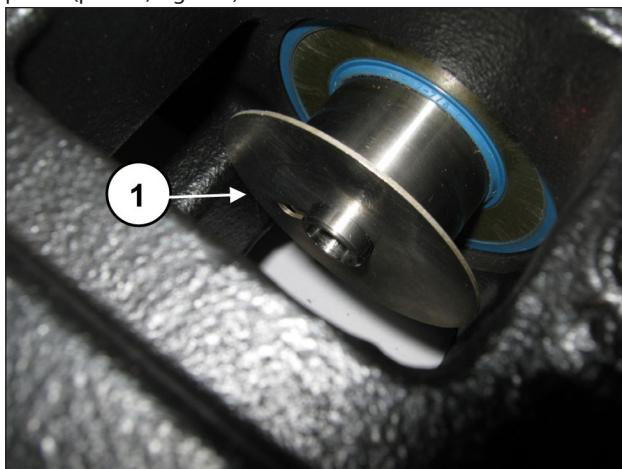

Fig. 156
Posicione a proteção contra respingos na ranhura da guia do pistão (pos. ①, Fig. 156).